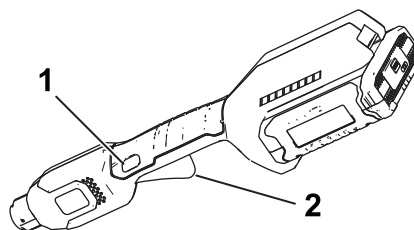

Figura 7
4. Para arrancar la desbrozadora, presione el botón de bloqueo y apriete el gatillo de velocidad variable (Figura 7).